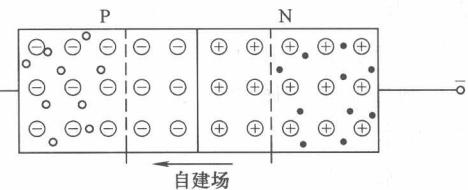

图 1-8 PN 结示意图
**分析：**这是因为 P 型半导体中的空穴、N 型半导体中的电子互相“渗透”(扩散)会形成一个接触电场(自建场)，方向从 N 端指向 P 端，如图 1-8 所示，此电场会阻碍多子的扩散。